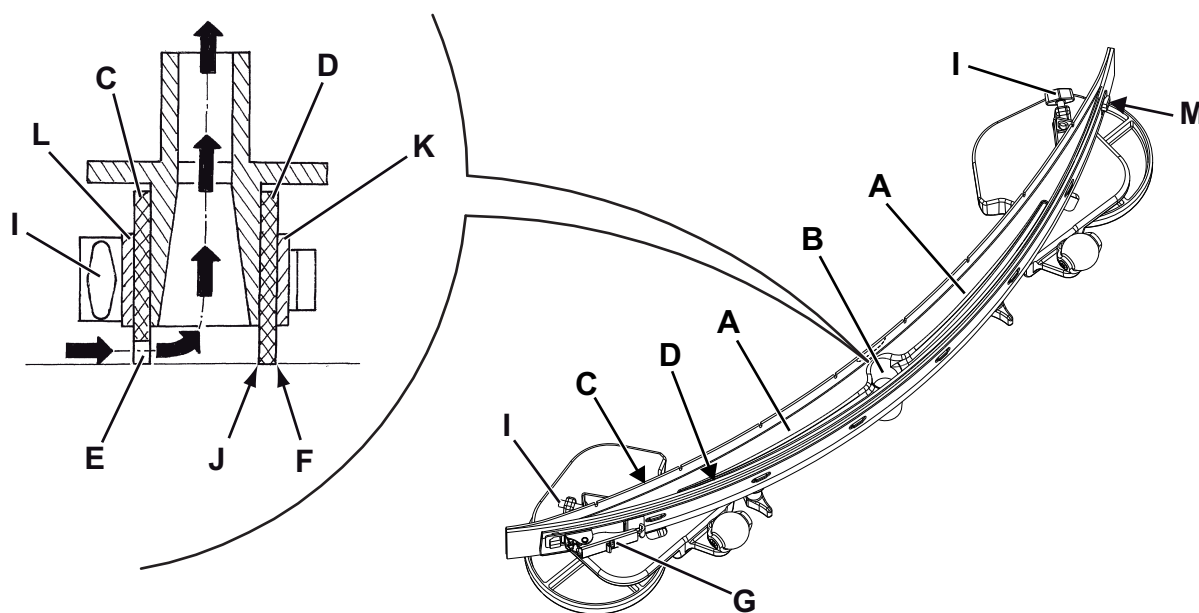

Figure 6
2. Introduire la clé de contact de la machine (58) et la tourner en position "I".
3. Baisser l'embouchure (30) en appuyant sur l'interrupteur (63).
4. Positionner la clé de contact (58) sur "0".
5. Déconnecter le tuyau d'aspiration (31) de l'embouchure.
6. Desserrer les boutons (34) et déposer l'embouchure (30).
7. Laver et nettoyer l'embouchure. Nettoyer en particulier les compartiments (A, Fig. 6) et l'orifice (B) de la saleté et des déchets. Contrôler si la lamelle en caoutchouc avant (C) et la lamelle en caoutchouc arrière (D) sont intactes et qu'elles ne présentent pas de coupures ou déchirures ; en cas contraire, les remplacer selon les instructions suivantes.
1. Nettoyer l'embouchure (Fig. 6) comme décrit au paragraphe précédent.
2. Contrôler que le bord (E) de la lamelle en caoutchouc avant (C) et le bord (F) de la lamelle en caoutchouc arrière (D) se posent simultanément sur le marbre de contrôle, et en toute leur longueur ; dans le cas contraire, régler leur hauteur en procédant selon les instructions suivantes :
- Décrocher le tirant (G), décrocher le dispositif de retenue (M) et régler la lamelle en caoutchouc arrière (D), puis accrocher le dispositif de retenue et fixer avec le tirant.
- Desserrer les boutons (I) et régler la lamelle en caoutchouc avant (C), puis serrer les boutons.
3. Contrôler que la lamelle en caoutchouc avant (C) et la lamelle en caoutchouc arrière (D) sont intactes et qu'elles ne présentent pas de coupures ou déchirures ; en cas contraire, les remplacer en procédant comme suit. Contrôler que l'arête (J) de la lamelle en caoutchouc arrière n'est pas usée ; en cas contraire, tourner la lamelle en caoutchouc, en remplaçant l'arête usée avec l'une des trois arêtes intactes. Si toutes les arêtes sont usées, remplacer la lamelle en caoutchouc en procédant comme suit :
- Dégager le tirant (G), décrocher du dispositif de retenue (M) et déposer la bande de retenue (K), puis remplacer / tourner la lamelle en caoutchouc arrière (D).
- Dévisser les boutons (I) et déposer la bande de retenue (L), puis remplacer la lamelle en caoutchouc avant (C).
4. Connecter le tuyau d'aspiration (31) à l'embouchure.